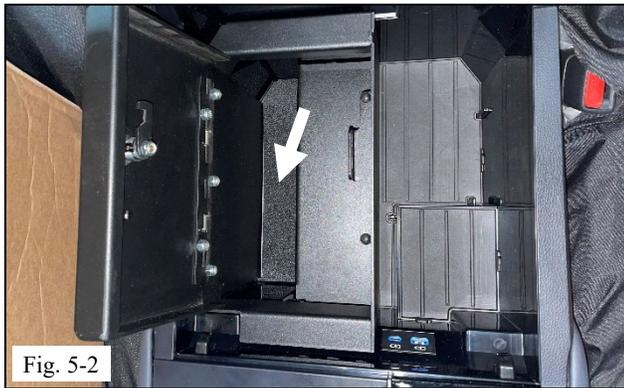

Fig. 5-2
- (d) Insert the Console Safe pad into bottom of Console Safe (Fig. 5-2).